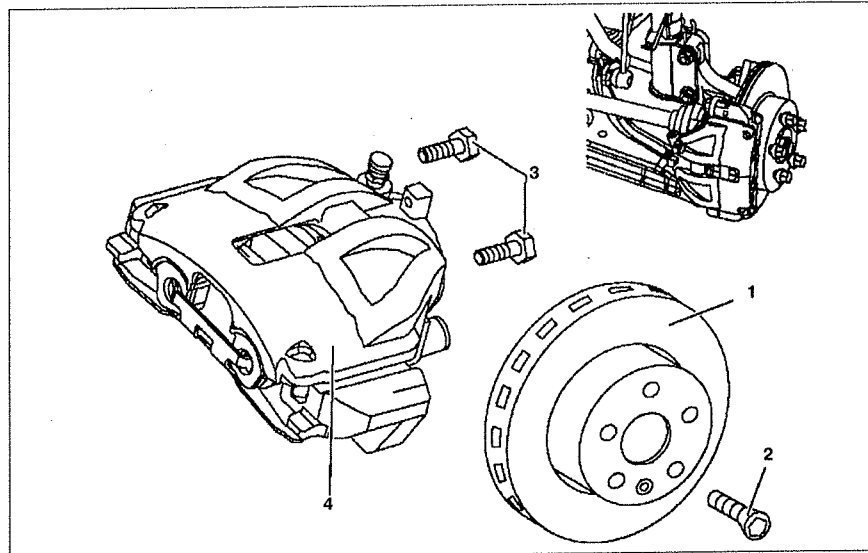

Рис. 9.5. Тормозной диск переднего тормозного механизма:
4. Открутите болт 2 крепления тормозного диска 1 (см.рис.9.5).